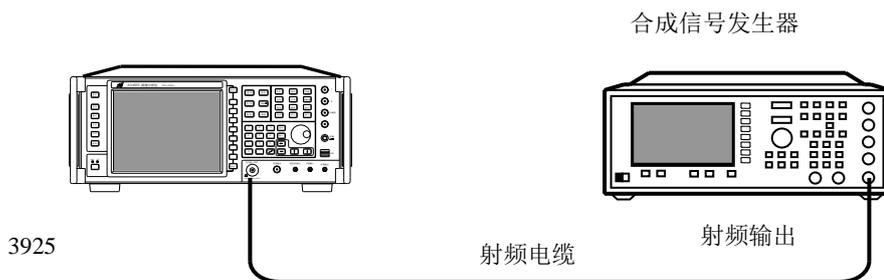

图 5-4 单边带相位噪声测试
- 1) 按图 5-4 连接测试设备，合成信号发生器的射频输出端接到 3925 的信号输入端。